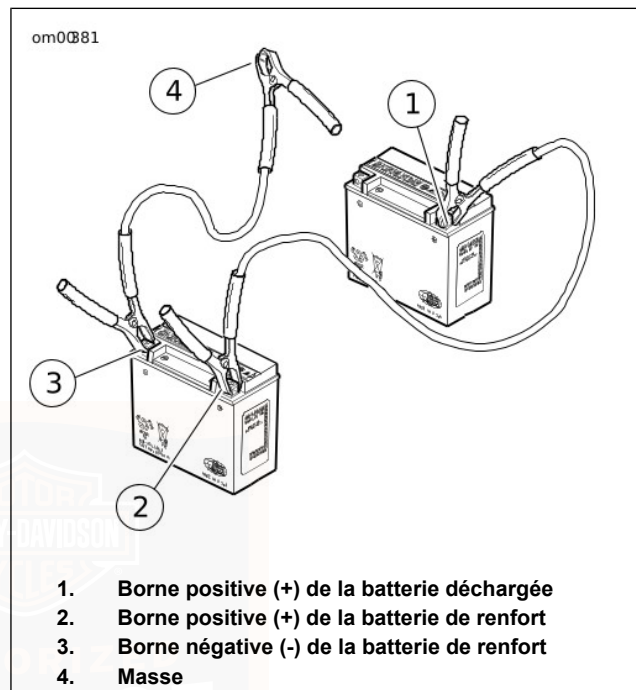

Figure 65. Connexions des câbles de démarrage
1. Voir Figure 65. Connecter une extrémité du câble de démarrage à la borne positive (+) de la batterie DÉCHARGÉE (1).
2. Connecter l'autre extrémité du même câble à la borne positive (+) de la batterie de RENFORT (2).